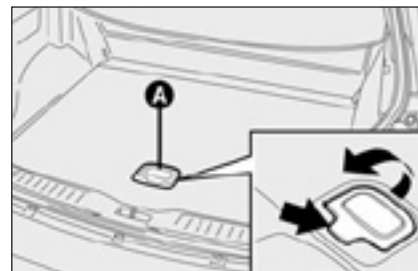
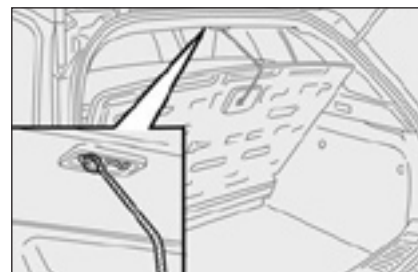

рис. 105
рис. 106
- поднимите ручку **А** – рис. 105, надавливая там, где указано стрелкой у надписи «PUSH», поднимите поверхность для груза и закрепите ее соответствующей проволокой к верхнему крюку на крыше, как показано на рис. 106.
- ☐ поднимите ручку **A** – **рис. 105**, надавливая там, где указано стрелкой у надписи «PUSH», с помощью ручки снимите поверхность для груза с посадочного места на багажной подставке, слегка потянув ее наружу; шарнир на стороне сиденья облегчит этот маневр.
- ☐ поднимите ручку **A** – **рис. 105**, надавливая там, где указано стрелкой у надписи «PUSH», с помощью ручки поднимите поверхность для груза с подстилки багажника и потяните ее наружу; шарнир на стороне сиденья облегчит этот маневр.